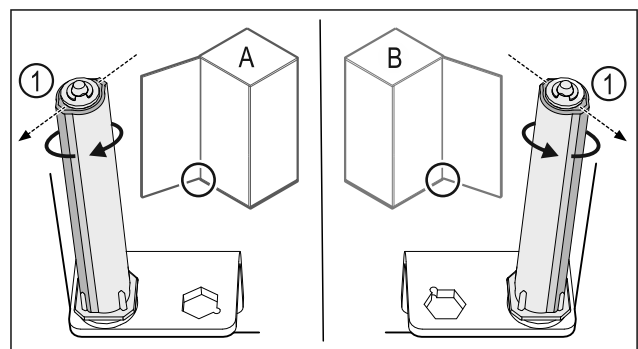

Fig. 35 Розкриття ліворуч (A) / Розкриття праворуч (B)
- ▶ Систему закриття повертати проти опору доки перемичка системи закриття Fig. 35 (1) не покаже назовні.